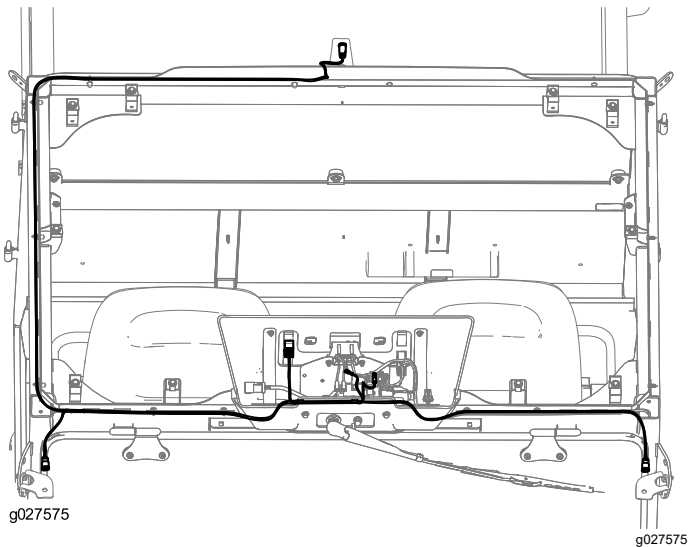

Figura 9
1. Instale a cablagem como se mostra na Figura 9.